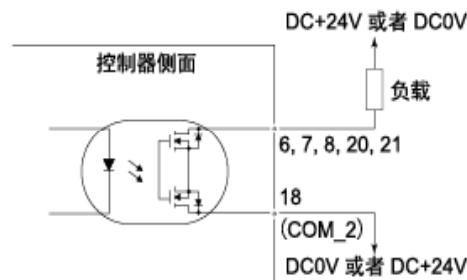

图23
设定参数 <P2> 为ON可允许使用图23的马达转速调节按钮（SPEED ↓，↑）⑮ 在自动模式下调节马达转速。
此外，用户需要另行准备输出电路的电源。建议使用用于输入信号的同一个DC+24V电源。有关连接，请参考图23。